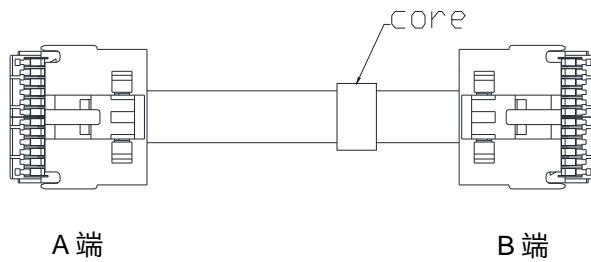

图 8-12 连接线
- 以下配件卡须使用包装内所附的连接线与控制板相连接，连接线请参考图 8-12。接近 CORE 的端子为 B 端，另一端则为 A 端。